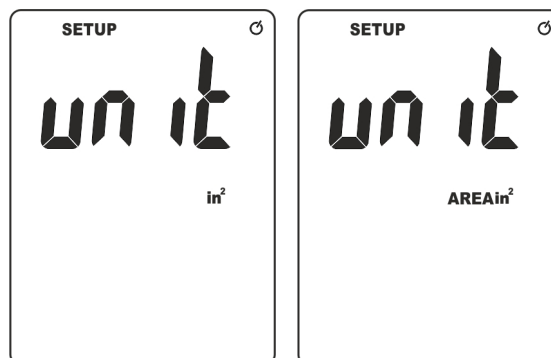

Abb. 3: Einstellung der Messeinheit der Fläche des Kanals
2. Drücken und halten Sie (>2s) die Taste /SET zum Öffnen in den Einstellmodus. Die Bildschirmseite mit der Angabe der Messeinheit der aktuell eingestellten Fläche des Kanals wird im Display angezeigt (siehe Fig. 3 – linke Seite):
3. Drücken Sie die Taste **ENT**. Die Anzeige "AREA" erscheint im Display, siehe Fig. 3 – rechte Seite. Drücken Sie die Tasten **▲UNIT** oder **UNIT▼** zur Auswahl der gewünschten Messeinheit unter den Optionen: **in²**, **m²** oder **ft²**